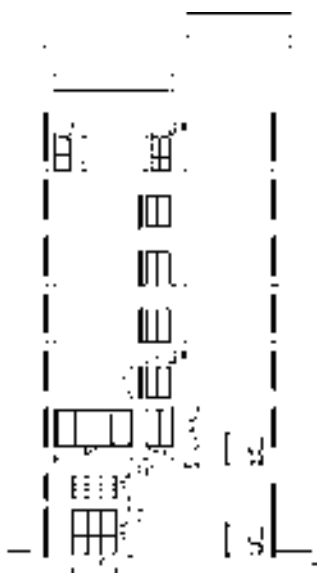

图 15-182 绘制结果
14) 重复上述操作，继续调入立面门窗图形，调用“删除”命令，删除多余的门窗图形，操作结果如图 15-182 所示。